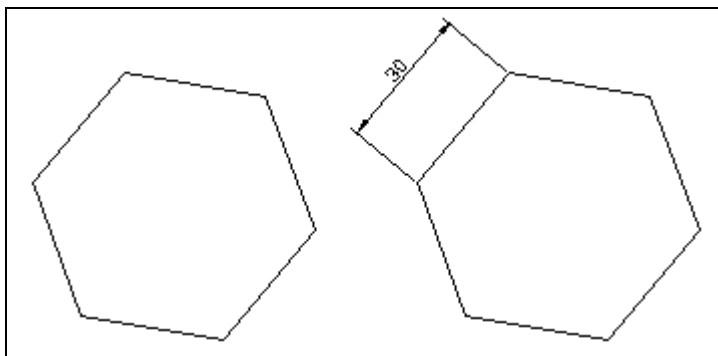

Рис. 11.11. Объект до и после нанесения параллельного размера
3. Щелкните мышью в том месте, где будет размещаться размерный текст. На чертеже появится размер объекта с параллельной размерной линией (рис. 11.11).